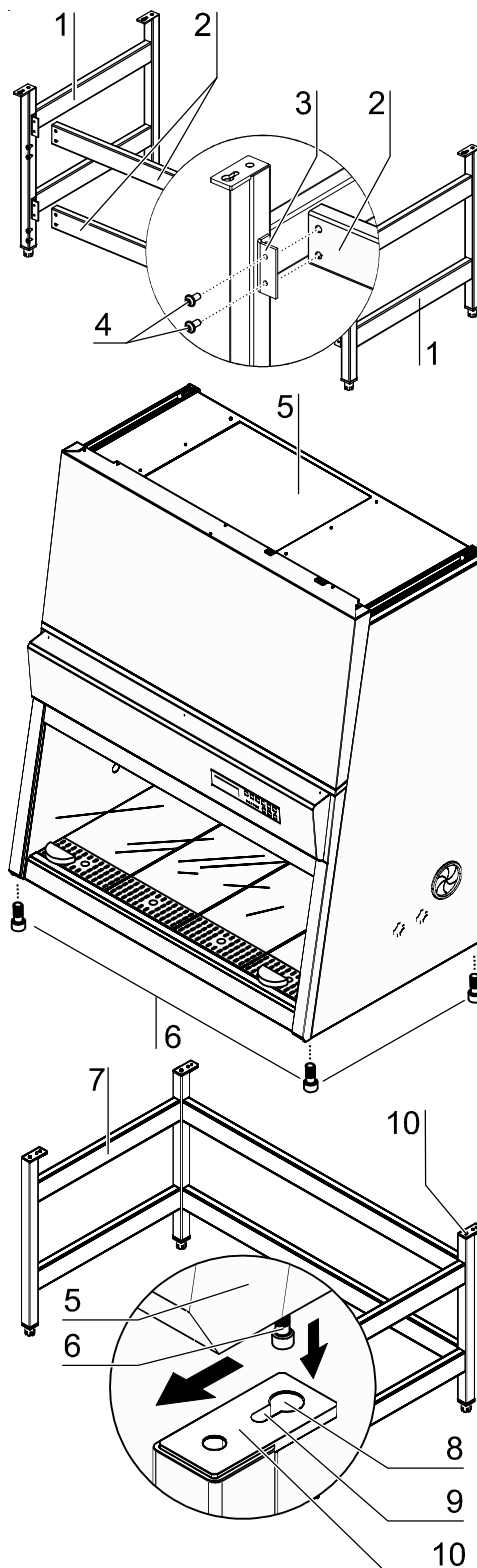

Abb. 10
1. **Abb. 10:** Die beiden Traversen [2] auf die Haltewinkel [3] der Seitenteile [1] schieben. Die Traversen mit den Schrauben [4] an den beiden Seitenteilen verschrauben.